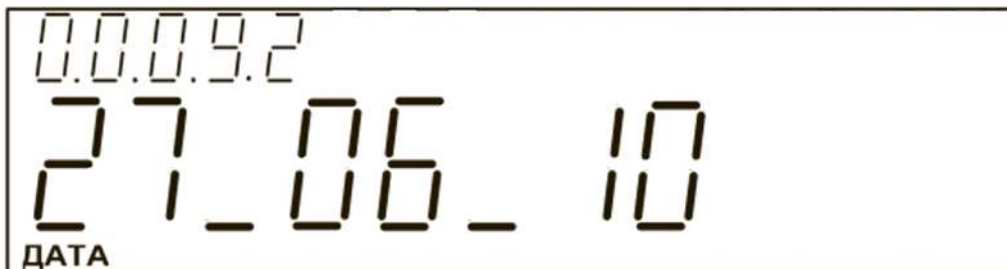

Рис. 7
5.1.2.3 Формат отображения на ЖКИ текущей даты должен соответствовать рис. 7.
При этом индицируется текущая дата в формате «дата_месяц_год». На рис. 7 приведён пример индикации текущей даты (27 июня 2010 г).